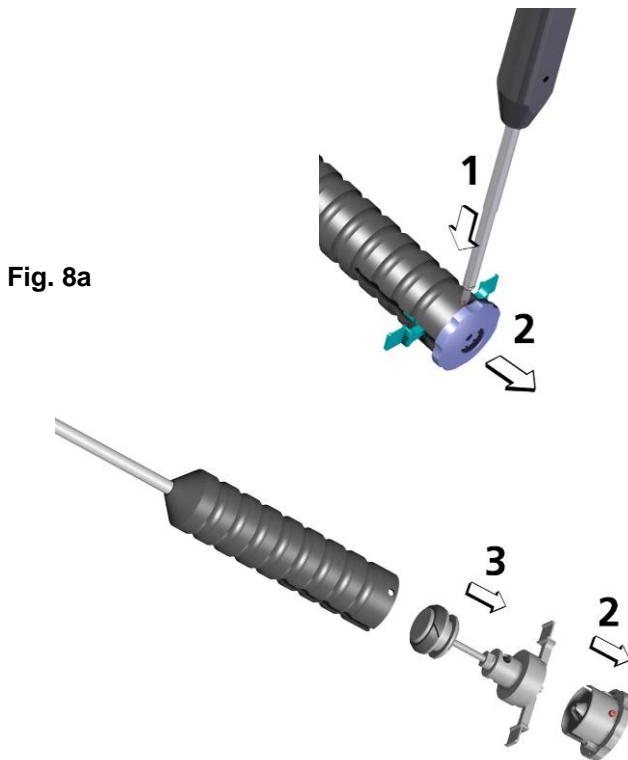

Fig. 8a
Nach Eindrücken des seitlichen Verriegelungsknopfes (1) mit dem Sechskantschraubenzieher wird die Schlagplatte vom Handgriff durch Abziehen (2) getrennt (Fig. 8a). Der Kolben mit Spannhebel wird aus dem Griff gezogen (3). Das Instrument wird in diesem Zerlegungszustand desinfiziert und gereinigt. Vor der Sterilisation wird das Instrument wieder zusammengesetzt: Vor Montage ist die Dichtung des Kolbens auf Unversehrtheit visuell zu überprüfen. Wir empfehlen die rote Dichtung und den schwarzen Führungsring vor Montage mit einem geeigneten Schmiermittel zu behandeln. Der Kolben mit Spannhebel wird in den Handgriff bis zum unteren Anschlag geschoben. Die Schlagplatte wird auf den Handgriff gedrückt und durch Drehen in die korrekte Montageposition gebracht. Dort arretiert sich die Schlagplatte mittels des Verriegelungsknopfes im Handgriff.